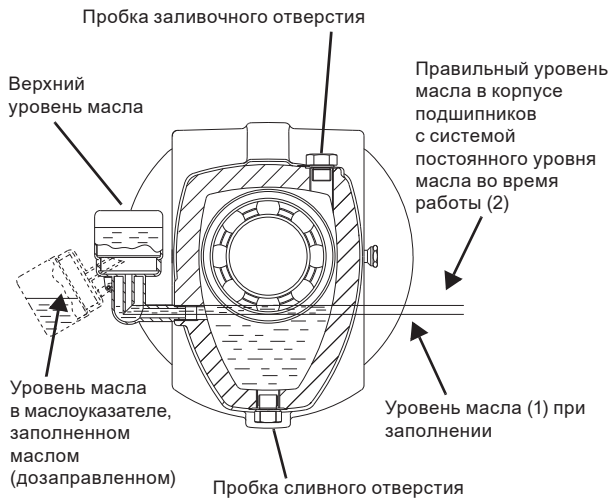

Рис. 23 Заливка масла
1	Открыть пробку заливочного отверстия. Отвести в сторону маслёнку и залить масло через заливочное отверстие, чтобы оно достигло уровня (1) в соединительном колене. См. рис. 23.
2	Залить резервуар маслоуказателя маслом и вернуть маслоуказатель в прежнее положение. Теперь маслом будет заполняться корпус подшипников. В процессе заполнения в резервуаре появляются воздушные пузырьки. Продолжать заполнение, пока масло не достигнет необходимого уровня (2). См. рис. 23.
Уровень масла в корпусе подшипников должен быть всегда таким, как показано на рис. 23.